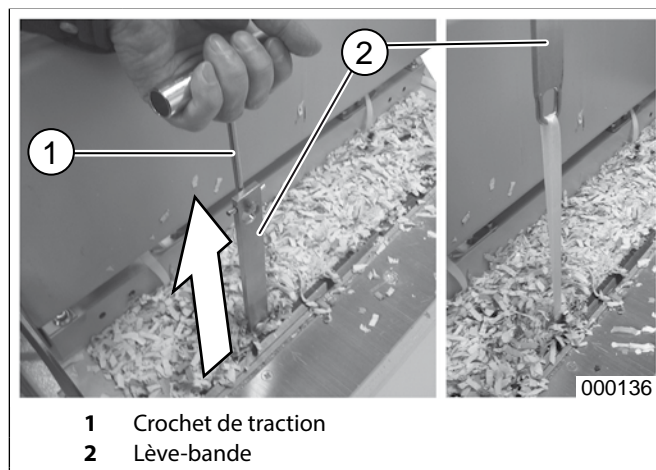

fig. 16 Lève-bande
3. Tirer la bande vers le haut avec le lève-bande (fig. 16/2) et à l'aide du crochetel fourni jusqu'à environ 40 cm au-dessus du vérin de compression.